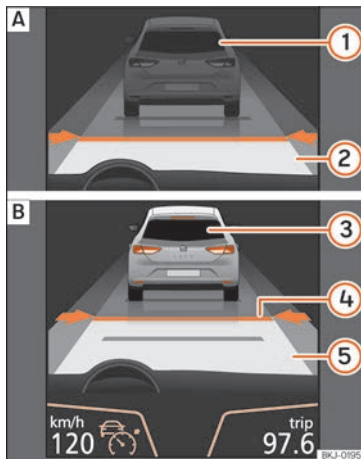
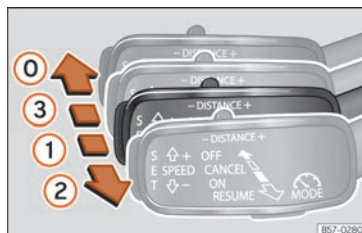
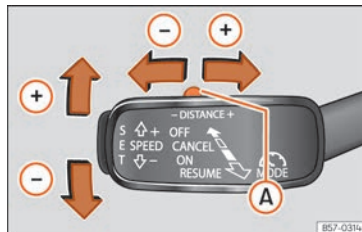

Abb. 236 Am Bildschirm des Kombi-Instruments: (A) ACC inaktiv (Standby). (B) ACC aktiv.
Abb. 238 Auf der linken Seite der Lenksäule: dritter Hebel für die Betätigung der automatischen Distanzregelung.
Abb. 239 Auf der linken Seite der Lenksäule: dritter Hebel für die Betätigung der automatischen Distanzregelung.
Bildschirmanzeigen »» Abb. 236:
Schalttafel die grüne Kontrollleuchte ein (🚦) und auf dem Bildschirm werden die programmierte Geschwindigkeit und der Zustand der ACC angezeigt »» Abb. 236.
schwindigkeit des Fahrzeugs einstellen und die ACC aktivieren. Drücken Sie dazu auf die Taste **SET** »» Abb. 239. Falls Sie die Geschwindigkeit in Schritten von 1 km/h (0,6 mph) erhöhen oder reduzieren möchten, bewegen Sie den Hebel in die Position ② »» Abb. 238 bzw. drücken Sie die Taste **SET**.
Die programmierte Geschwindigkeit kann je nach Wunsch während der Fahrt oder bei Fahrzeugstillstand geändert werden. Jegliche Änderungen der programmierten Geschwindigkeit werden unten links am Bildschirm des Kombi-Instruments angezeigt »» Abb. 236.
Um das Abstands-niveau zu erhöhen oder zu reduzieren, drücken Sie den Wippschalter nach rechts/links »» Abb. 239 (A).
- Um die ACC zu aktivieren, müssen Sie, wenn sich der Hebel in Position ① befindet, die Taste **SET** drücken oder den dritten Hebel der ACC in die Position ② bringen »» Abb. 238. In diesem Moment wechselt die ACC-Anzeige am Bildschirm des Kombi-Instruments in den Modus Aktiv »» Abb. 236.
Um die ACC zu deaktivieren, bewegen Sie den Hebel in die Position ① »» Abb. 238 (eingearbeitet). In diesem Moment erscheint der Text **ACC deaktiviert** und die Funktion ist vollständig deaktiviert.
Falls Sie die ACC nicht ausschalten, sondern nur vorübergehend in den inaktiven Modus (Standby) versetzen möchten, bewegen Sie den dritten Hebel in die Position ③ »» Abb. 238 oder betätigen Sie das Bremspedal.